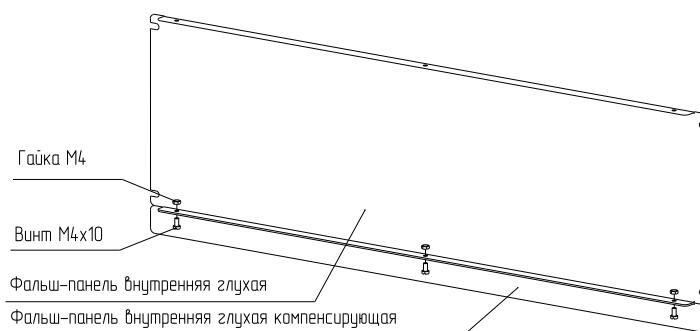

Рисунок 22
4.11.2 Закрепите фальш-панель внутреннюю глухую компенсирующую к фальш-панели внутренней глухой винтами M4×10 и гайками M4 в соответствующие отверстия (рисунок 22). Момент затяжки 1,5 Н·м. Винты и гайки в комплект не входят.